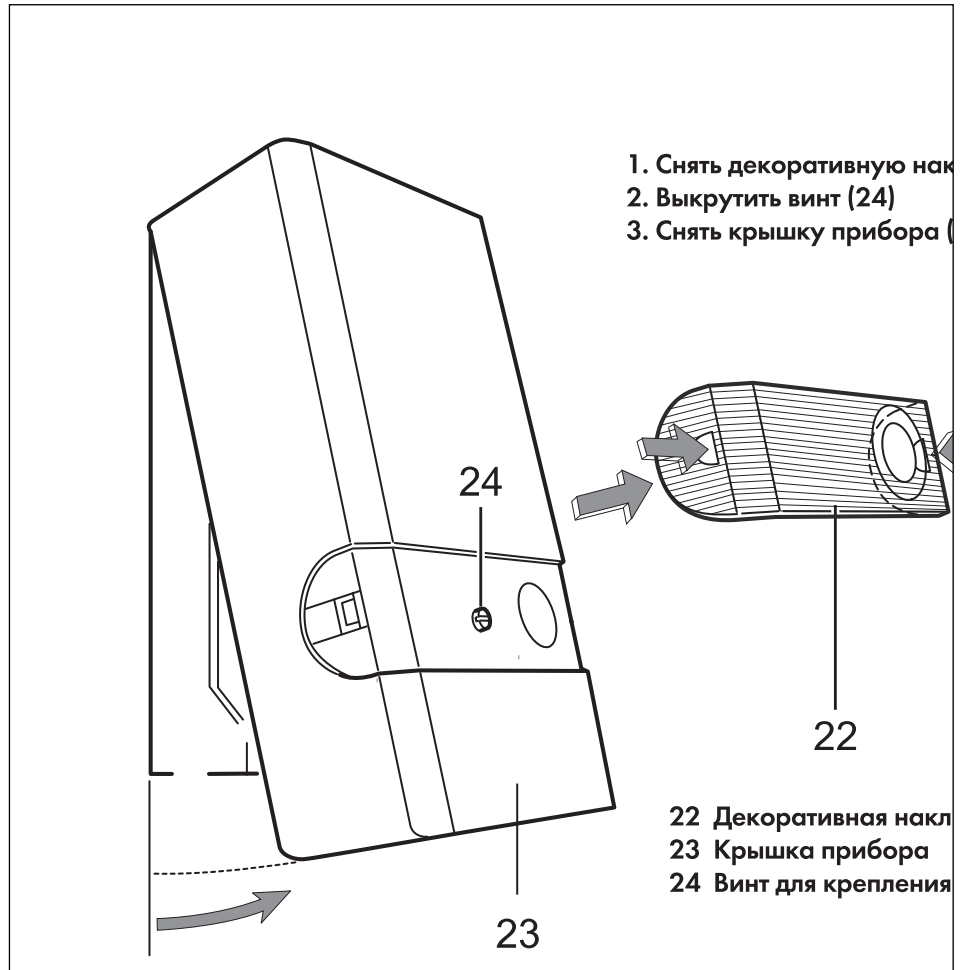

Рис. 5.3 Навешивание водонагревателя VED.../3
Если перед этим был установлен водонагреватель фирмы Vaillant VED 12...24, то могут быть использованы повторно уже имеющиеся элементы подключения. Если ранее были смонтированы нагреватели более старой конструкции, то должна быть использована переходная арматура, арт.-№ 450. После того, как VED.../3 вынут из упаковки, нужно снять декоративную накладку (22), как показано на рис. 5.3: для этого следует нажать на оба боковых фиксатора и снять ее движением на себя. После отвинчивания болта (24), находящегося под накладкой, приподнять крышку (23) и снять ее.